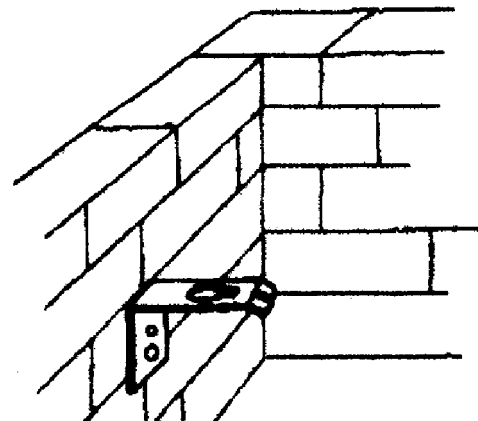

Figure 6. Installation du support
C. Installez le support vers l'avant de la paroi de la boîte à feu, à environ 20 pouces (50 cm) de la sole de la boîte à feu. Ceci contiendra le câble de commande du registre. Utilisez une mèche à maçonnerie de 1/4" pour éviter de fissurer la brique réfractaire. Voir la Figure 6.